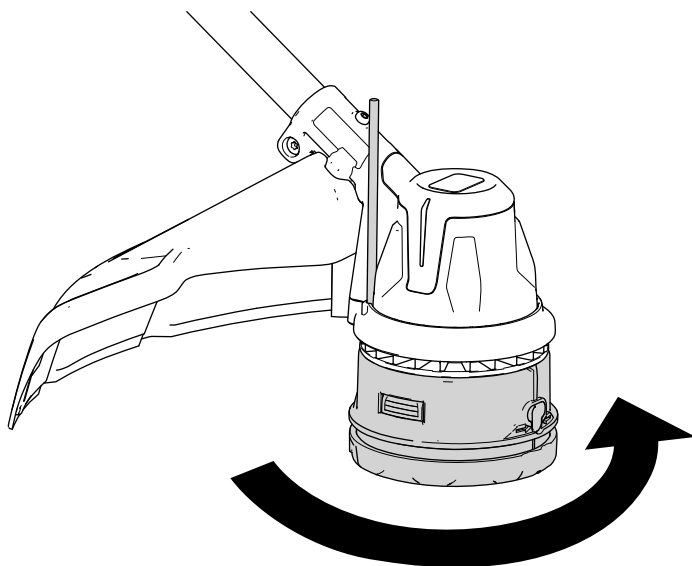

図 17
3. トリマーヘッドを固定している工具を使って、トリマーヘッドを反時計回りに回転させ、ねじ付きギアケースポストから取り外す (図 17)。